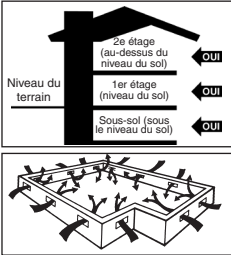

Figure 1
- Les vides sanitaires doivent se trouver à un minimum de 46 cm (18 po) entre le sol et le dessous des solives. Il est indispensable d'utiliser un pare-vapeur consistant en un tapis de sol en une pellicule de polyéthylène noire de 6 à 20 mils dont les joints se chevauchent sur 15 cm (6 po) et sont fixés au moyen de ruban adhésif résistant à l'humidité. Le pourtour du vide sanitaire doit être pourvu d'un périmètre de ventilation équivalent à 1,5 % de la surface au minimum. Ces événements doivent être correctement placés de façon à assurer une ventilation transversale (Figure 1).